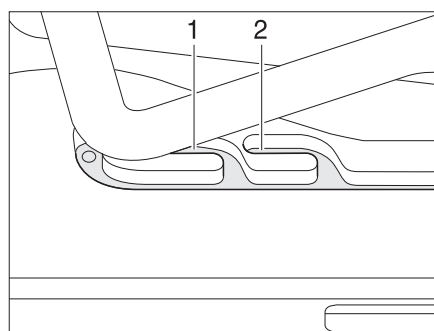
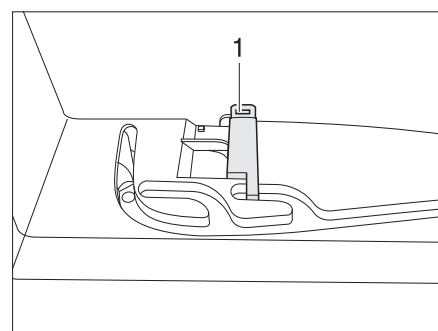

Fig. 87 Lanterneau Heki en position de ventilation
Fig. 88 Verrouillage position de ventilation
Il est possible d'amener le lanterneau Heki en deux positions de ventilation : Position pour mauvais temps (Fig. 87,1) et position intermédiaire (Fig. 87,2). Suivant le modèle, il est possible de verrouiller le lanterneau en position intermédiaire avec le verrou (Fig. 88,1).
- Pousser légèrement l'étrier vers le haut, le pousser dans la glissière choisie (Fig. 87,1 ou 2) et le verrouiller si nécessaire.